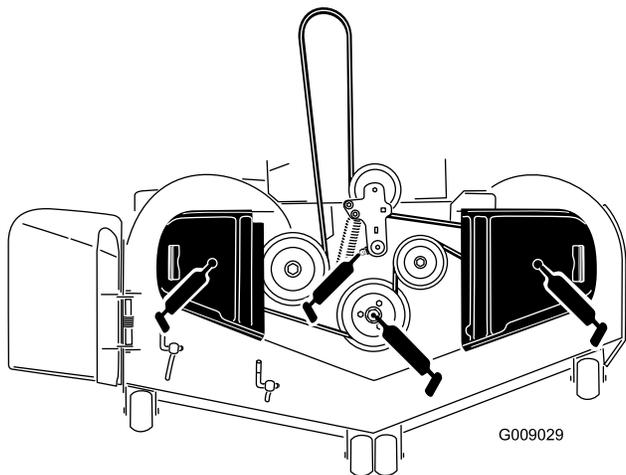

Figure 37
- Graissez le pivot de la poulie de tension du tablier de coupe jusqu'à ce que la graisse ressorte par le bas (Figure 37).
- Lubrifiez les roulements des 3 axes jusqu'à ce que la graisse ressorte par les joints inférieurs (Figure 37).